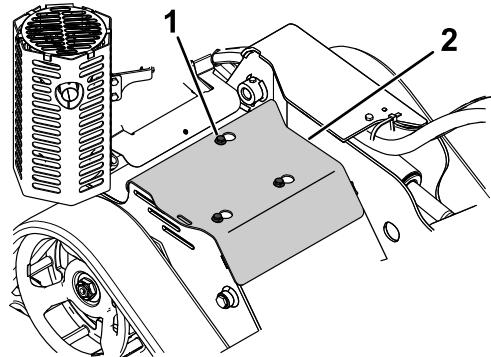

Figura 23
3. Afloje secuencialmente los 3 pernos que sujetan la cubierta al bastidor hasta que la cubierta quede suelta (Figura 23).
1. Perno (3)
5. Para instalar la tapa antes de utilizar la máquina, deslícela en su sitio y apriete los 3 pernos que aflojó anteriormente (Figura 23).